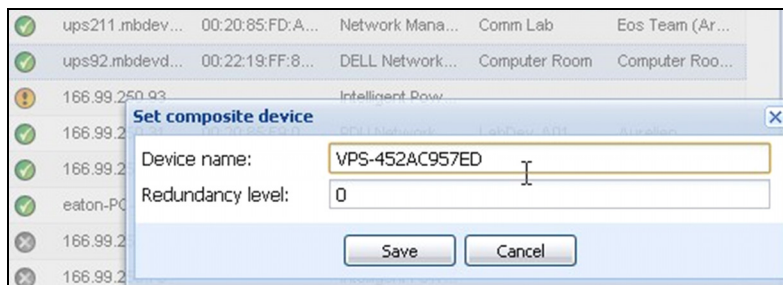

Figura 83. Finestra di dialogo Imposta dispositivo composto
- 4 Nella finestra di dialogo, specificare il nome del dispositivo, la modalità di ridondanza e il livello (vedere Figura 83).